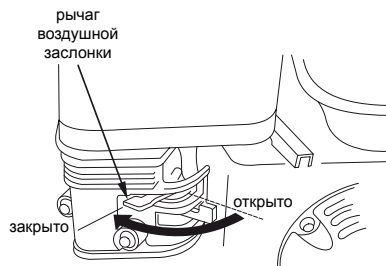

Рис. 10
8.7.7. Перевести рычаг воздушной заслонки в следующее положение (см. рис. 10):
8.7.14. Для запуска насоса при температуре окружающего воздуха +5 .. +10 °С, необходимо перевести выключатель зажигания в положение «OFF» («0») (см. рис. 10). Без излишней силы 3-4 раза дернуть за ручку шнура стартера на себя. Далее действовать как указано в пунктах 8.7.6. - 8.7.12.